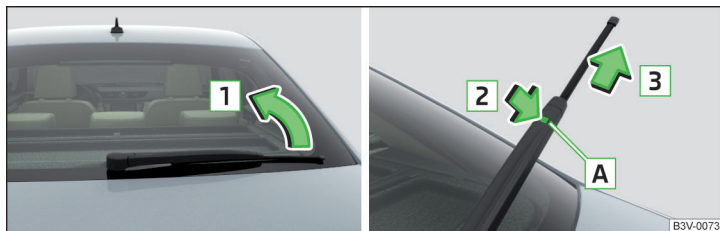

Fig. 359 Reemplazar la escobilla limpiacristales de la luna trasera
- Levantar la varilla del limpiaparabrisas del cristal en el sentido de la flecha **1** » fig. 359.